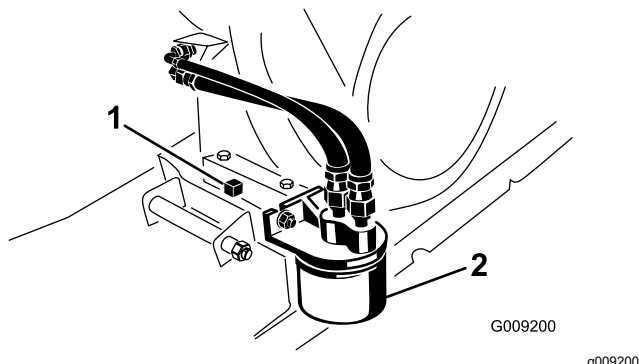

図 39
- ドレンプラグの下に、容量1.8リットル程度の大きさのオイル受け容器をおく (図 39)。
- ドレンプラグを抜きシールを外す (図 39)。
- 既存のオイルフィルタを外す (図 39)。
- ガスケットが取り付けプレートに当たるまで手で回して取り付け、そこから更に  $\frac{1}{2}$  -  $\frac{3}{4}$  回転増し締めする (図 39)。